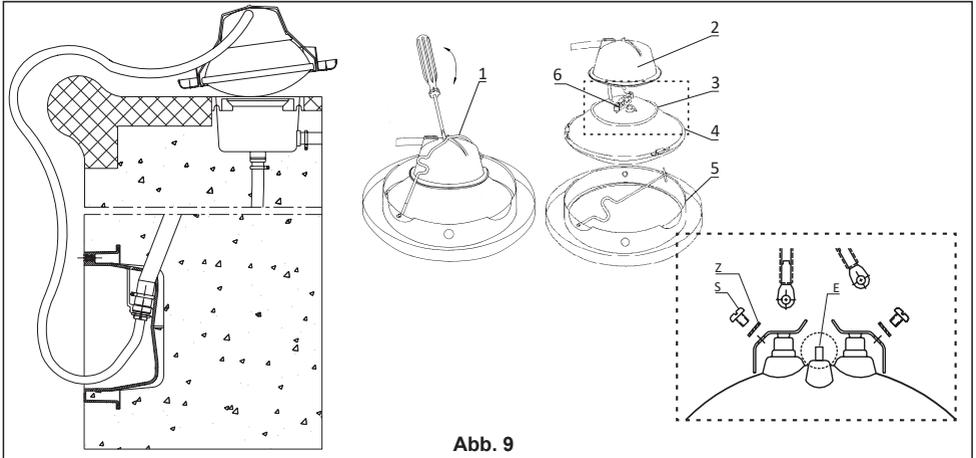
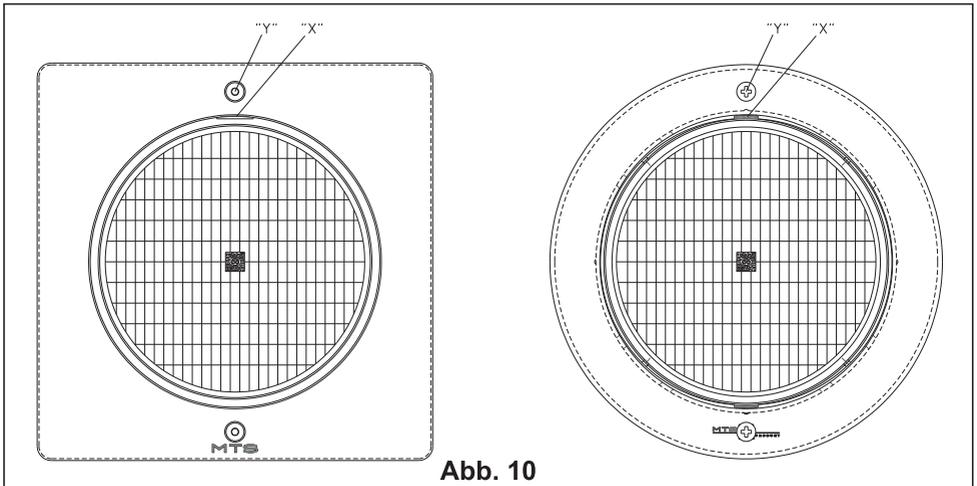

Abb. 9
Abb. 10
6. Wartung und Lampenwechsel (Abb. 9)
Der SSL-Unterwasserscheinwerfer ist wartungsfrei und die einzigen Verbrauchsteile sind nur die Lampe (4) und der O-Ring (3). Um eine neue Lampe einzusetzen, nehmen Sie den Scheinwerfer aus dem Einbautopf heraus und legen ihn auf den Beckenrand. (Abb. 9)
- Mit einem Schraubendreher kippen Sie den Edelstahlspannbügel (1) von der Elektroanschlusskappe (2). Vor Ihnen liegt jetzt die Lampe (4) mit zwei Elektroanschlüssen (6).
- Lösen Sie die beiden Anschlussschrauben (S) und entnehmen Sie die defekte Lampe.
- Überprüfen Sie den Zustand des O-Ringes (3). Wir empfehlen Ihnen, bei jedem Lampenwechsel, den O-Ring (3) mit einem Neuen zu ersetzen. Für den Wechsel setzen Sie zuerst den O-Ring (3) auf die Lampe (4), dann befestigen Sie mit zwei Schrauben die Kabelanschlüsse an der Lampe.
- Verwenden Sie gegen evtl. Lockerung der Schraubanschlüsse die beiliegenden Zahnscheiben (Z). Der empfohlene Drehmoment für die Schrauben beträgt $1,3 \text{ Nm} \pm 0,3 \text{ Nm}$. Achten Sie auf den **korrekten Sitz** der Lampe in der Blende (5). (Abb. 10)
- **Bei Lampenwechsel achten Sie bitte auf den zwischen den beiden Schraubanschlüssen befindlichen Einspritzpunkt (E). Dieser darf nicht beschädigt werden – bei Beschädigung wird die Lampe unbrauchbar!**